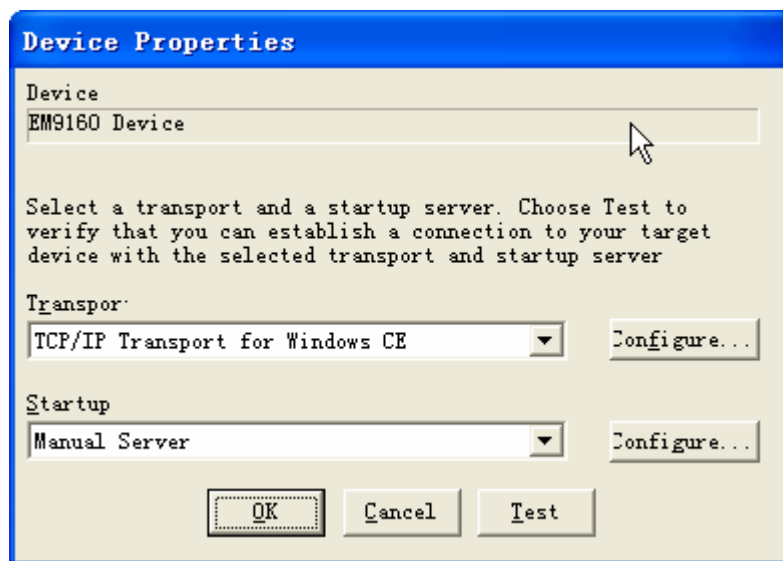

图 3-18 选择要修改的属性
5、在 Device Properties 对话框的 Transpor 中选择 **TCP/IP Transport for Windows CE**, 在 Startup 中选择 **Manual Server**, 然后选择 Transpor 右边的 **Configure...**, 如图 3-18。